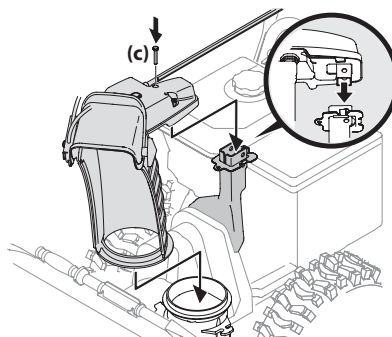

Figura 2-25
3. Coloque el canal sobre la base del canal y asegúrese de que la varilla de control del canal se encuentre debajo del panel de la manija. Coloque el tornillo hexagonal (c) que extrajo en el Paso 1 pero no lo sujete con la tuerca de mariposa en este momento. Consulte Figura 2-25.